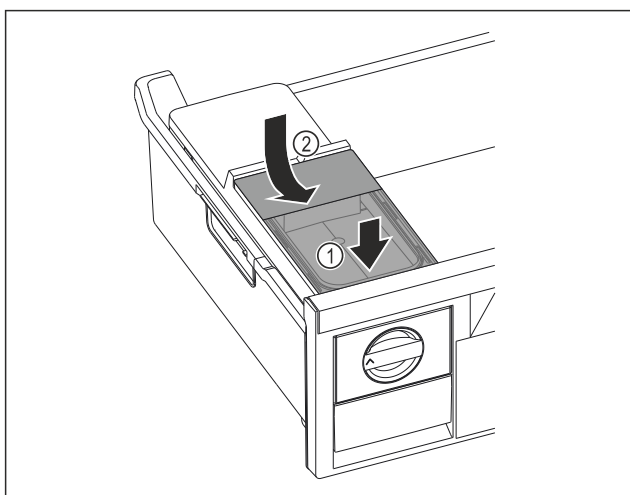

Fig. 101
- ▶ Nasad'te vpředu nádržku na vodu. Fig. 101 (1)
- ▶ Spus'te nádržku na vodu vzadu dolů. Fig. 101 (2)